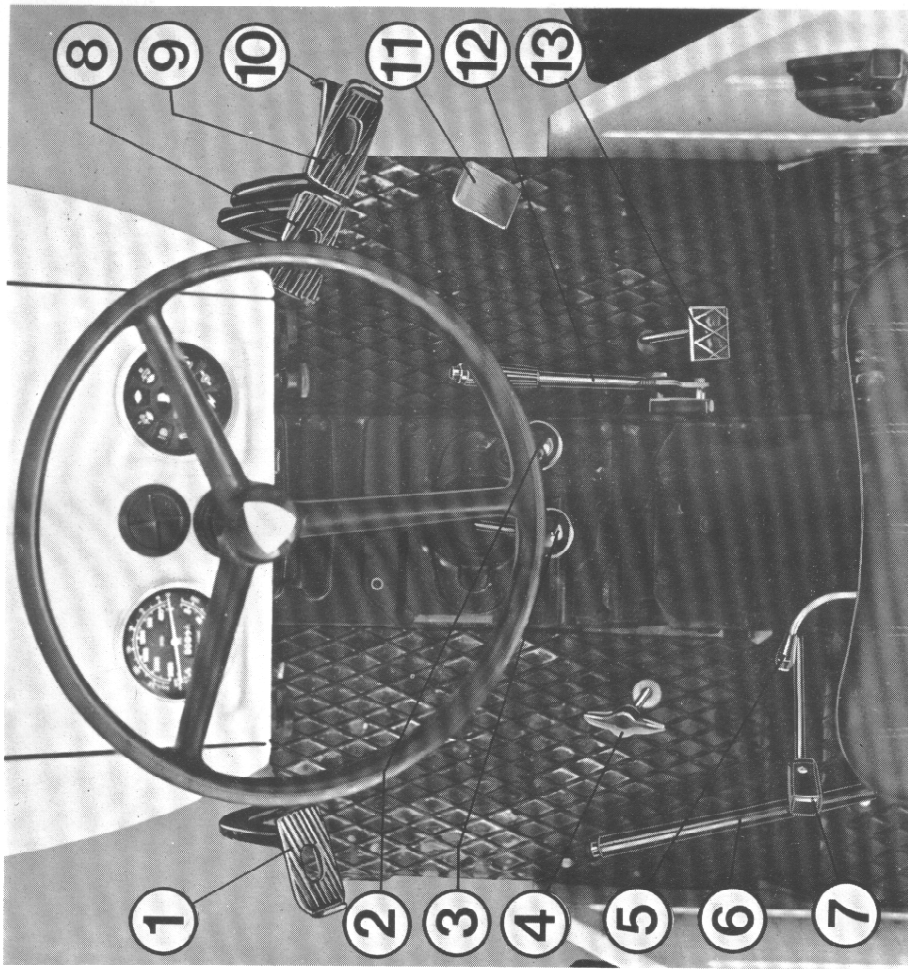

FIG. 2. Comandi vari
a) il disco posto internamente al gruppo frizione collega il motore al cambio; per disinnestarlo occorre premere il pedale (1 fig. 2) a fondo corsa;
b) il disco posto fra il volano - motore ed il gruppo frizione, collega il motore alla presa di forza; per disinnestarlo occorre tirare verso l'alto l'apposita leva di comando (6 fig. 2).
Durante la marcia su strada è necessario collegare i due pedali mediante l'apposita leva di collegamento posta tra i pedali stessi (10 fig. 2).
I freni possono essere comandati anche mediante leva a mano (12 fig. 2) dotata di dispositivo a cremagliera per poter mantenere i freni in posizione bloccata (stazionamento della trattrice).
Per bloccare il differenziale occorre premere l'apposito pedale (13 fig. 2). Lo sbloccaggio avviene automaticamente abbandonando il pedale stesso; se ciò non si verificasse, premere il pedale freno di una delle due ruote. Non usare il bloccaggio differenziale in curva. Se si fosse iniziata la curva con il bloccaggio inserito, per disinnestarlo occorrerà frenare la ruota che percorre l'esterno della curva stessa.